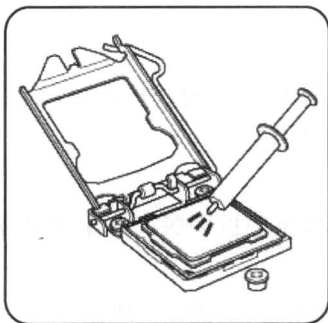

图 1-8 处理器表面涂抹一层散热硅脂
(6) 滴几滴散热硅脂至 CPU 与散热鳍片接触的区域,并将其涂抹为一均匀薄层。这样可以让 CPU 和散热器更好地接触,如图 1-8 所示。如果散热鳍片上已经预先涂有散热硅脂,则跳过此步骤。